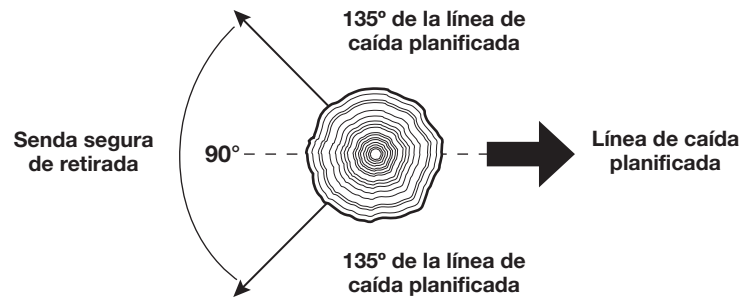

Fig. 7
- Determine una senda de escape rápida y segura. Despeje el área alrededor del árbol y compruebe que no haya obstrucciones que bloqueen la senda de escape. Establezca un corredor de escape en un ángulo de 90°, aproximadamente a 135° de la línea de caída (Fig. 7).